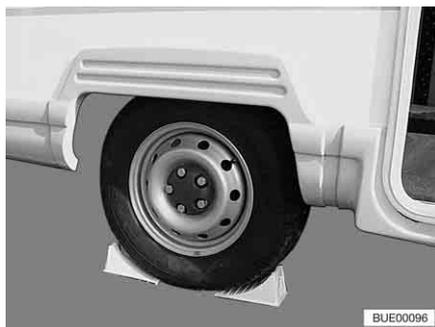

Fig. 310 Calce o veículo
- Calce o veículo com niveladores de rodas ou objetos adequados semelhantes na roda do lado oposto, para travar o veículo (Fig. 310).